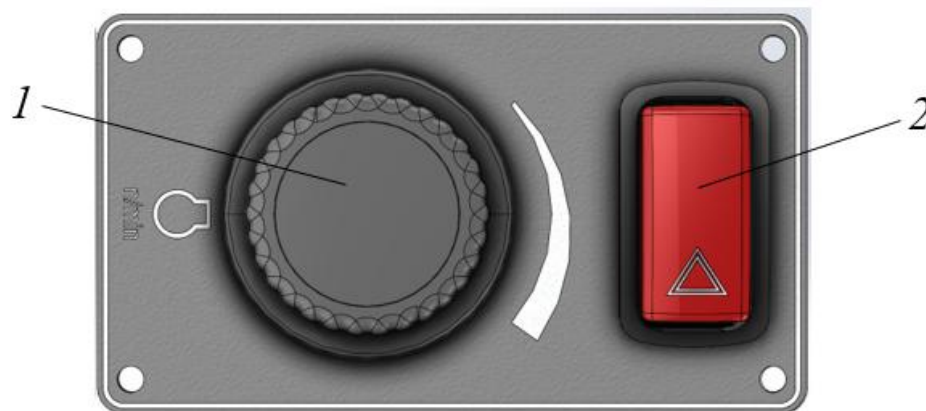

Рисунок 3.11. Панель управления
- ▶ Нажать кнопку безопасности (блокирует работу трансмиссии и рабочего оборудования) 2, рис. 3.11.
- ▶ Рукояткой оборотов двигателя 1, рис. 3.11. выставить минимальные обороты холостого хода и дать двигателю поработать на этом режиме 2...3 мин.